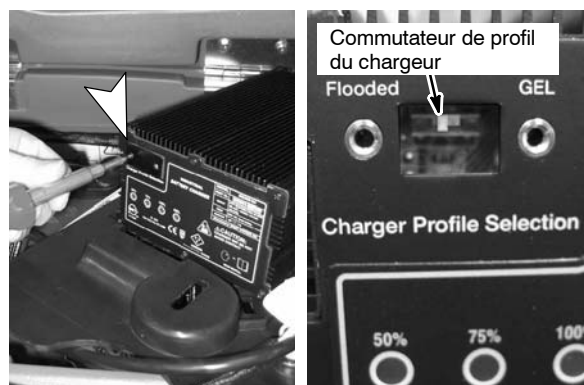

FIG. 37
2. Retirez le panneau de « sélection de profil du chargeur » et placez le commutateur dans la position adéquate: «GEL» ou «Flooded» (Figure 37). Le cordon du chargeur doit être débranché lors du réglage.